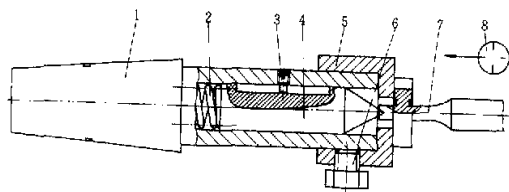

图 3
(2) 专用夹具(结构如图 3 所示)。夹具体 1 后端的莫氏锥度柄与车床主轴配合, 顶尖 4 与夹具